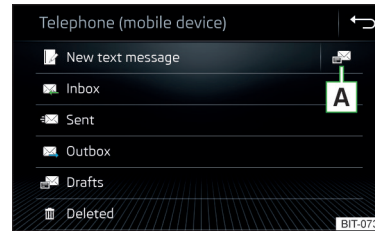

Abb. 211
- › Im Hauptmenü *Telefon* die Funktionsfläche  antippen, es wird das Hauptmenü für Textmitteilungen angezeigt » Abb. 211.
- » **Abb. 211 auf Seite 178.**